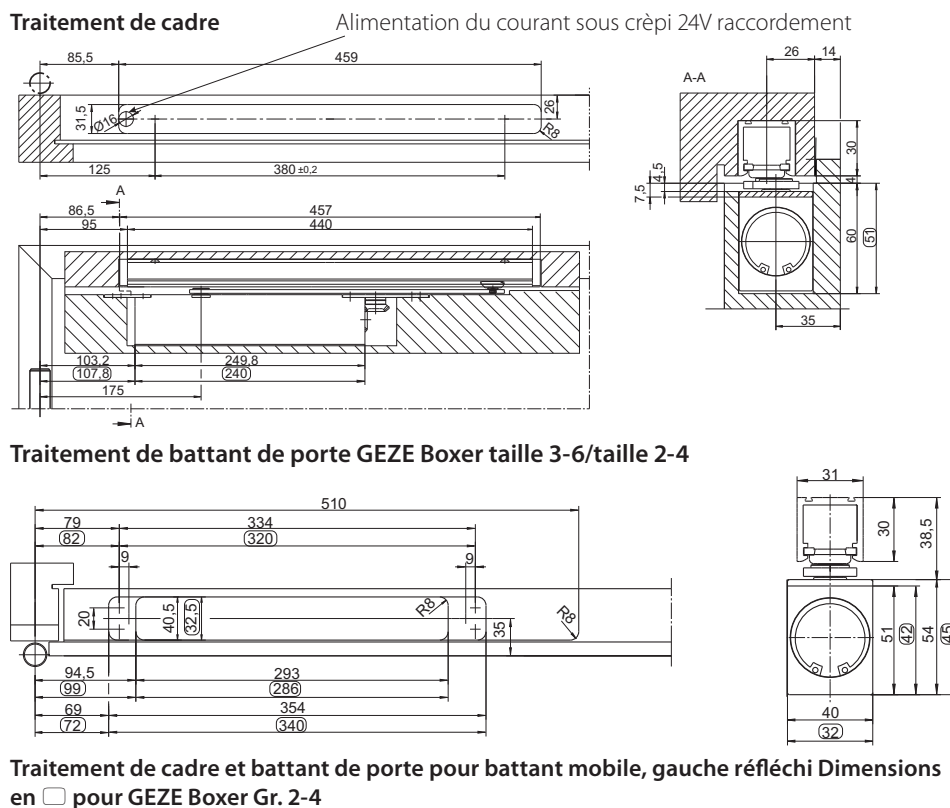

Fig.: 6.1.1
- ▶ Préparer le bloc porte conformément à la fig. 6.1.1.